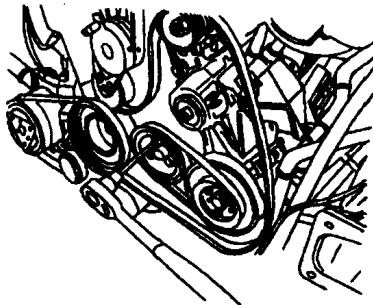

图 1-14
(14) 拆下水泵带轮，取下水泵多楔带，如图 1-14 所示。随后取下动力转向泵带轮，把动力转向泵从支架上拧下，但不拆卸与动力转向泵相连的管路。拧下空调压缩机，但不拆卸与其相连的管路。然后拧下排气歧管与前排气管之间的连接螺栓，拆下起动机，松开发动机悬置固定螺栓。